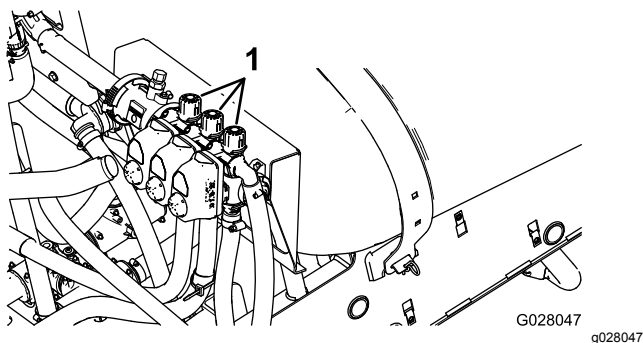

Bild 87
10. Stellen Sie den linken Ausleger ab und stellen das Auslegersicherheitsventil (Bild 87) ein, bis der Druck am vorher angepassten Niveau (normalerweise 2,75 bar) liegt.
12. Stellen Sie das rechte Auslegersicherheitsventil (Bild 87) ein, bis der Druck am vorher angepassten Niveau (normalerweise 2,75 bar) liegt.
14. Stellen Sie das mittlere Auslegersicherheitsventil (Bild 87) ein, bis der Druck am vorher angepassten Niveau (normalerweise 2,75 bar) liegt.